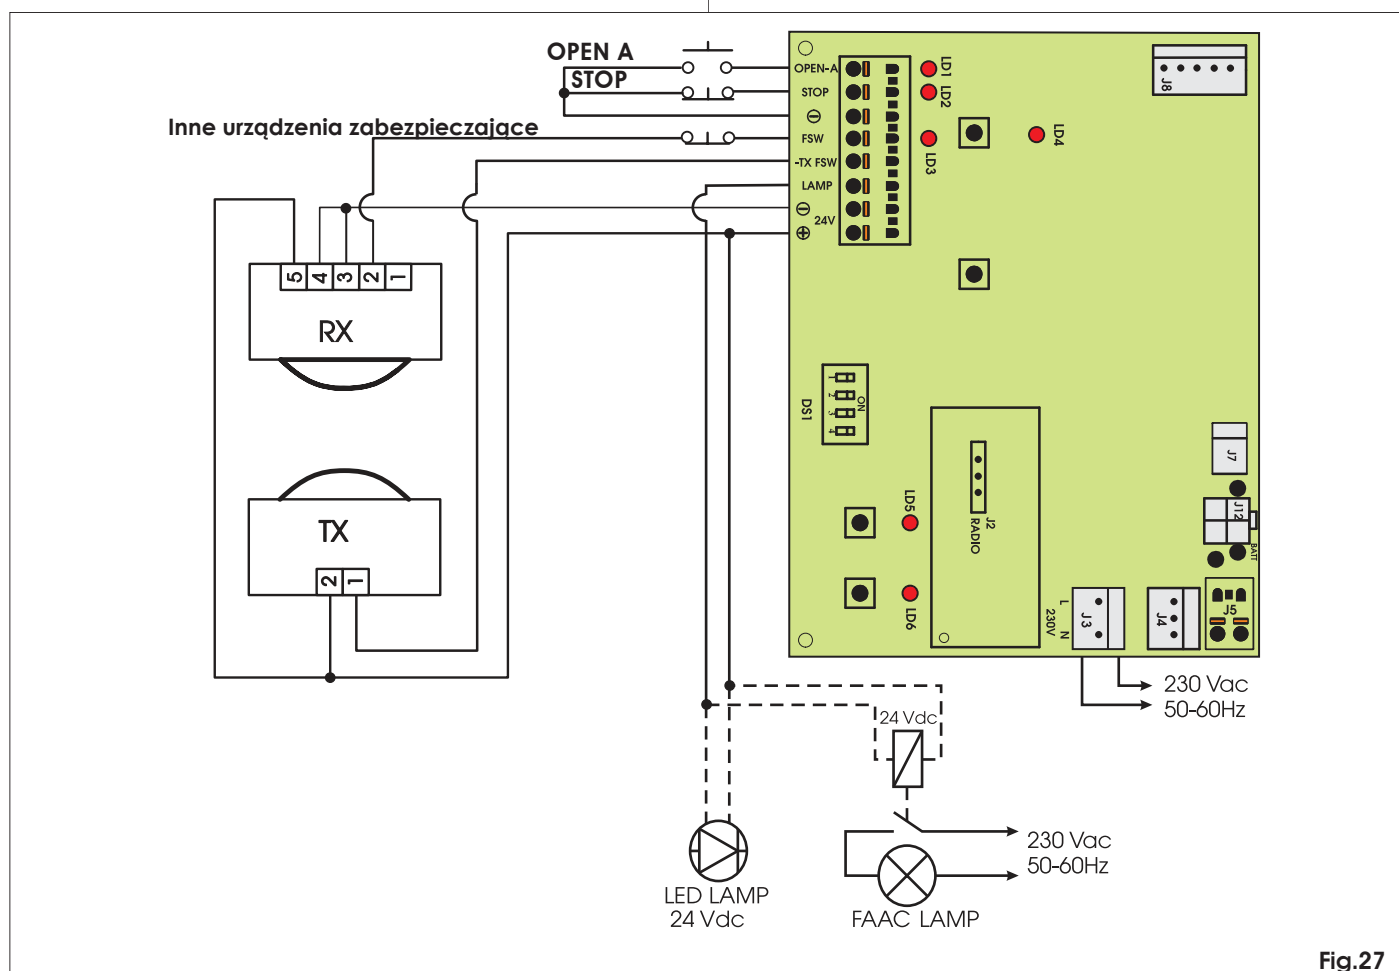

Fig.27
- Wykonać połączenia elektryczne zgodnie z Rys. 27.